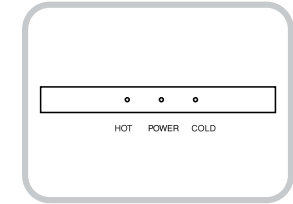

Fig. 4
6. Prenda el interruptor de agua caliente, espere un par de minutos y luego prenda el interruptor de agua fría. Permita que la unidad alcance las temperaturas mínimas del agua caliente y agua fría. Esto tomará aproximadamente 45 minutos y las Luces Indicadoras se apagarán. (Fig. 4)